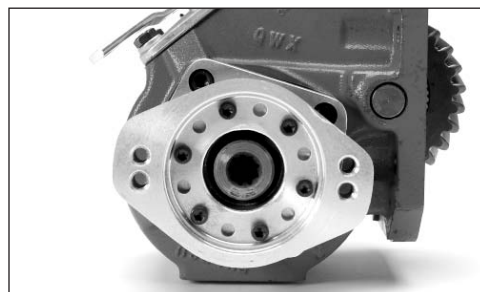

Fig. 6
10. Em seguida, instale o flange da bomba conforme mostra a Fig. 6. Com a TDF na bancada, com a tampa do deslocador voltada para você e a barriga da TDF para baixo, o flange mostrado deverá estar voltado para a sua direita. Oriente o flange da bomba para a posição 3:30-9:30. Instale os 6 parafusos sextavados (378446-4) e dê o torque para 8-12 lb-pé [11-16 N-m].